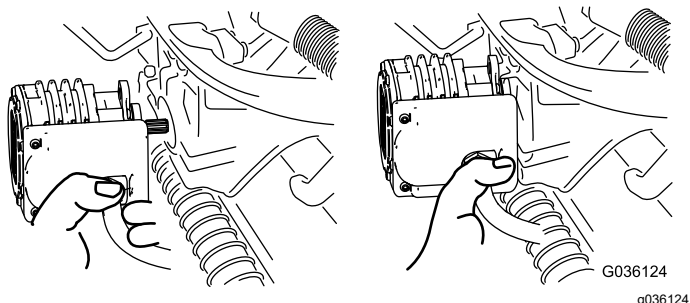

Figura 57
- Mova o motor para o local de armazenamento na parte da frente do braço de suspensão (Figura 57).